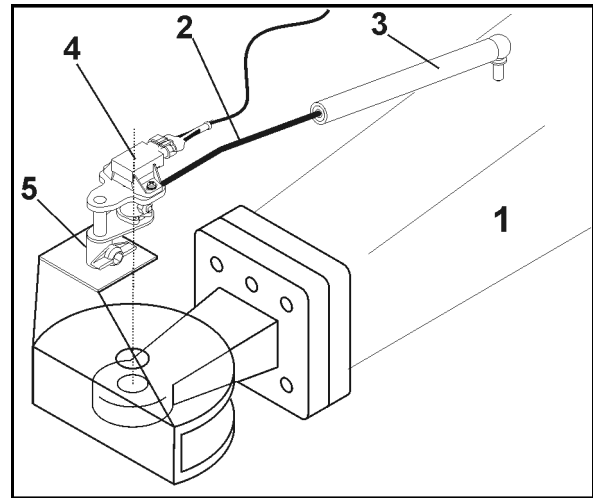

Fig. 37
Die AutoTrail-Nachlauf-Steuerung zum automatischen, nahezu spurgetreuen Nachlauf erfasst die Winkellage der Deichsel (Fig. 37/1) zur Fahrtrichtung des Traktors.
1. Winkelstange (Fig. 37/2) in Kunststoffbuchse (Fig. 37/3) stecken.
2. Drehwinkelgeber (Fig. 37/4) in die Aufnahme (Fig. 37/5) stecken.